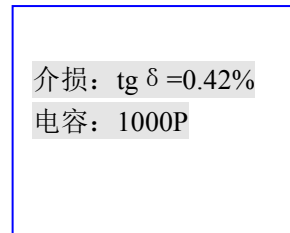
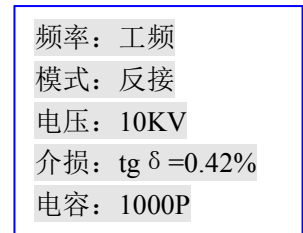

图 9 测量结果
图 10
在经过约 40 秒后，测量结束，高压自动切断，屏幕显示测量结果，如图 9 所示，如需打印结果，按“确认”键即可打印。打印结果见图 10 所示。
- A. 接线见图 9